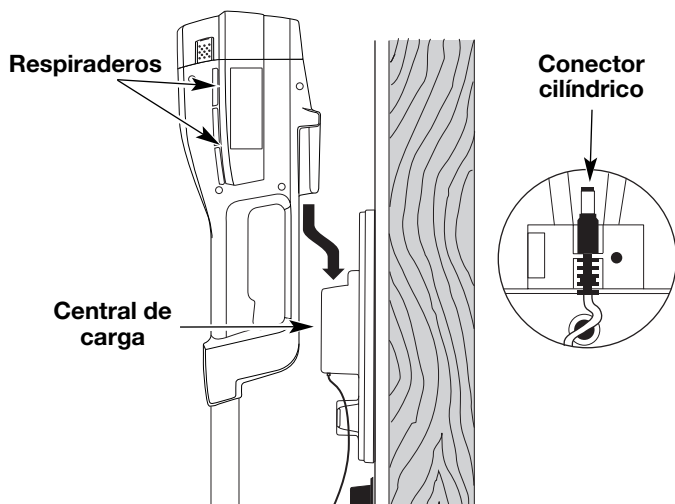

Fig. 4
1. Deslice la unidad hacia abajo en la central de carga hasta que quede bien sentada (Fig. 4). El conector cilíndrico de la central de carga se insertará en la unidad. Si no lo hace, lea *Cambio del Cargador*.
NOTA: La batería se calentará mientras la unidad se está cargando. Verifique que los respiraderos del bastidor de la batería estén libres para permitir una ventilación adecuada (Fig. 4).